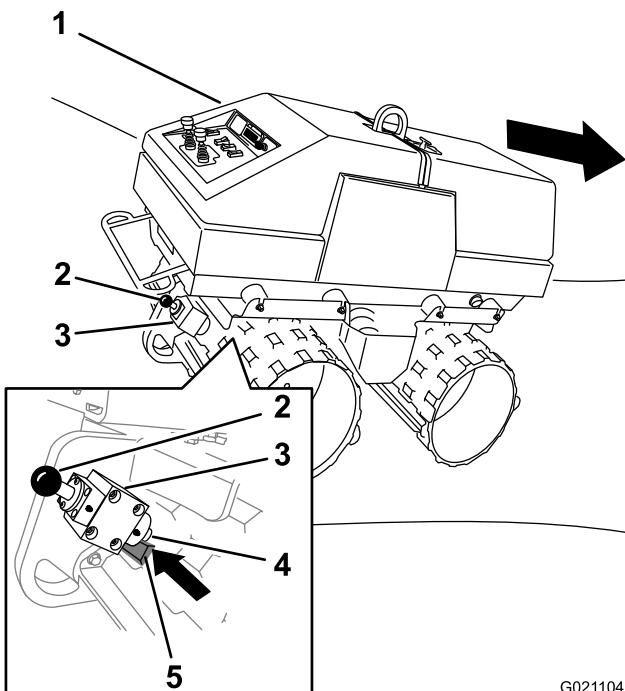
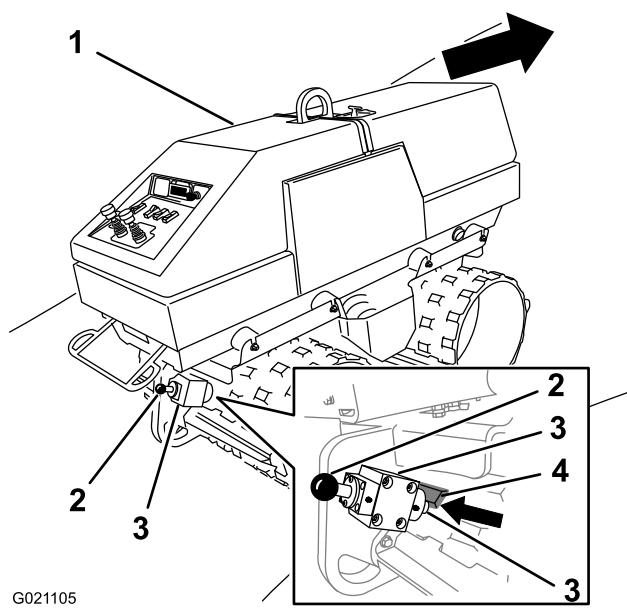
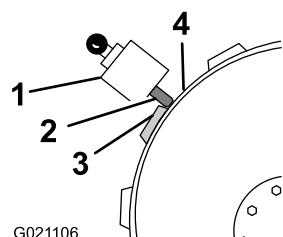
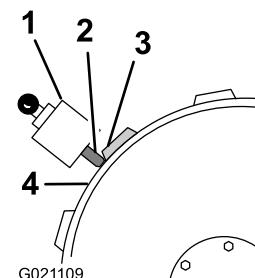

Figura 31
Figura 33
Figura 32
Figura 34
6. Suelte suavemente el mando del freno de estacionamiento y deje que se retrajga en el alojamiento del freno de estacionamiento, hasta que el émbolo esté apoyado contra el lado del tajo del tambor y contra la superficie del tambor (Figura 32, Figura 31, Figura 34, y Figura 33).
- Si la máquina está aparcada **cuesta abajo**: alinee el lado **superior** del tajo del tambor contra el émbolo del freno de estacionamiento (Figura 32 y Figura 31).
2. Suelte suavemente el mando del freno de estacionamiento y deje que se retraga hasta que el freno encaje en la muesca (Figura 31 y Figura 33).